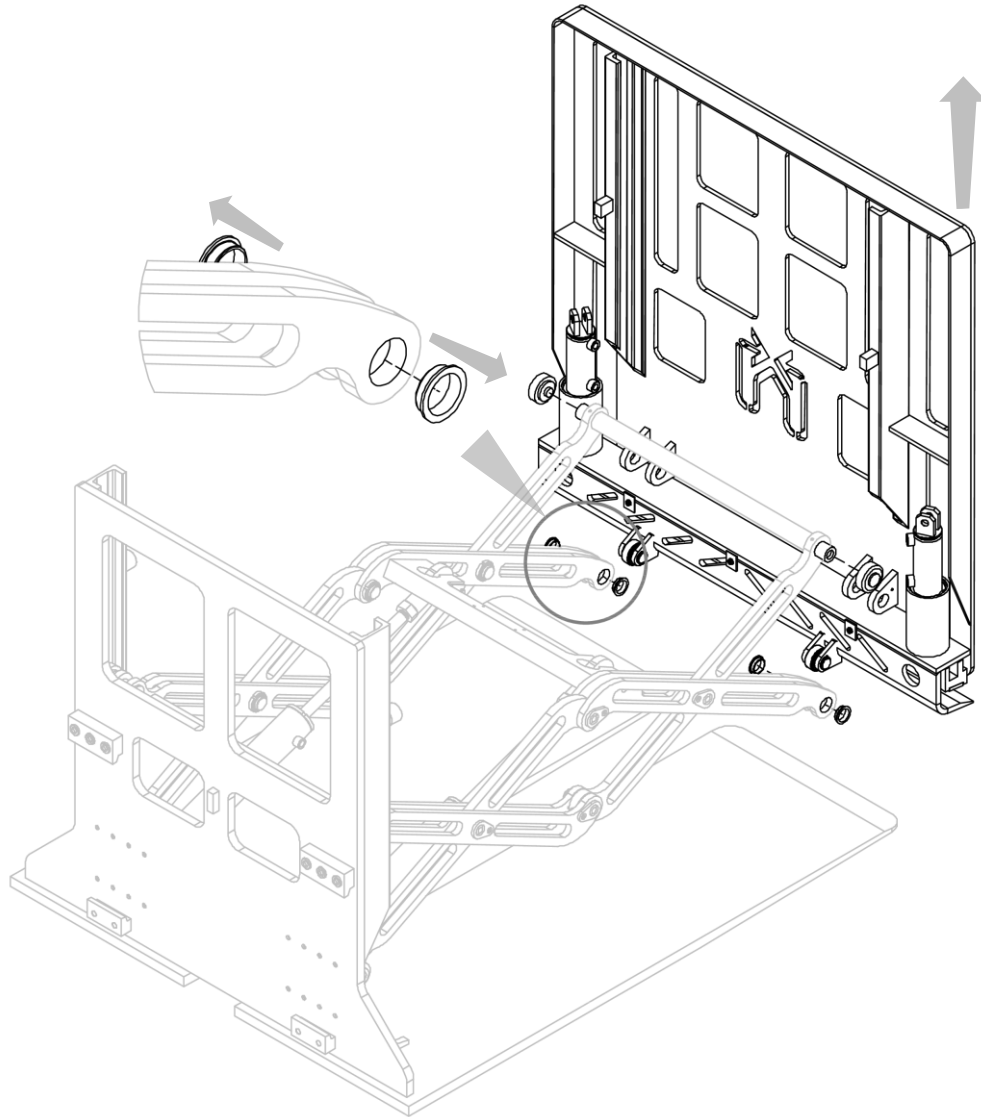

Figura 19
3. Rimuovere la paratia frontale (con la relativa struttura porta lama). A questo punto basterà rimuoverla dall'alto, poiché vincolata all'attrezzatura unicamente dai cuscinetti della coppia di bracci indicata nella *Figura 19*.